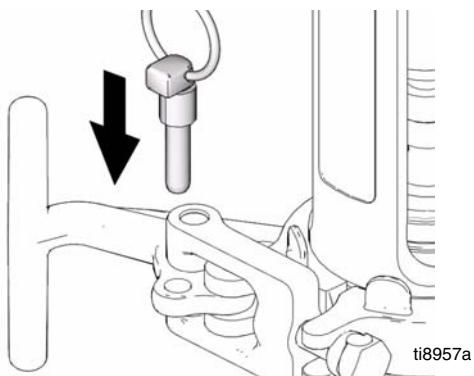

Рис. 16
4. (Рис. 16) Установите штифт.